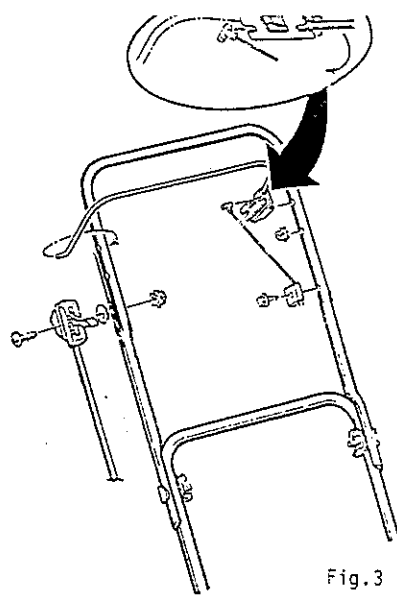

Fig.3
- fixer la manette des gaz à droite du guidon supérieur à l'aide d'une vis, d'une rondelle et d'un écrou (fig.3). Crocheter le câble de commande de gaz sur la manette d'une part et sur le moteur d'autre part (fig.4).
- fixer la butée de gaine du câble d'arrêt moteur à gauche du guidon supérieur (fig.3).